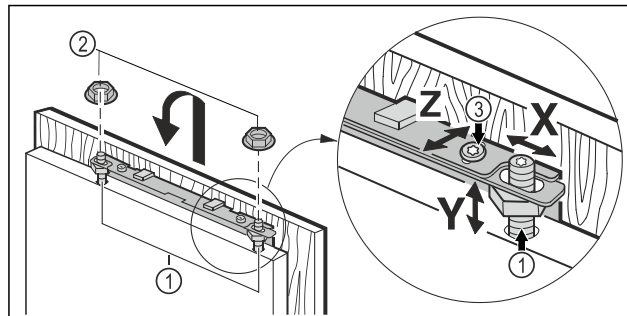

Fig. 20
- Vrata pohištva obesite na nastavitvene zatiče Fig. 20 (1) in protimatico Fig. 20 (2) rahlo privijte na nastavitvene zatiče.
- Vrata pohištva naravnajte na višino Y stranske poševnine: Nastavitvene zatiče Fig. 20 (1) nastavite z izvijačem.
- Privijte Fig. 20 (3) protimatico.